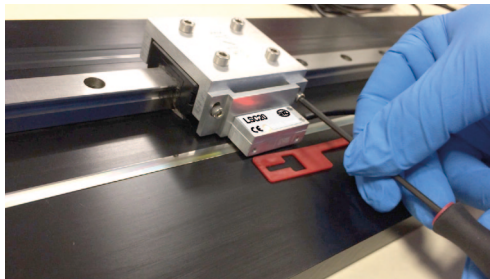

Abb. 3:
1. Lösen Sie den Sensor in der Z-Achse Abb. 3